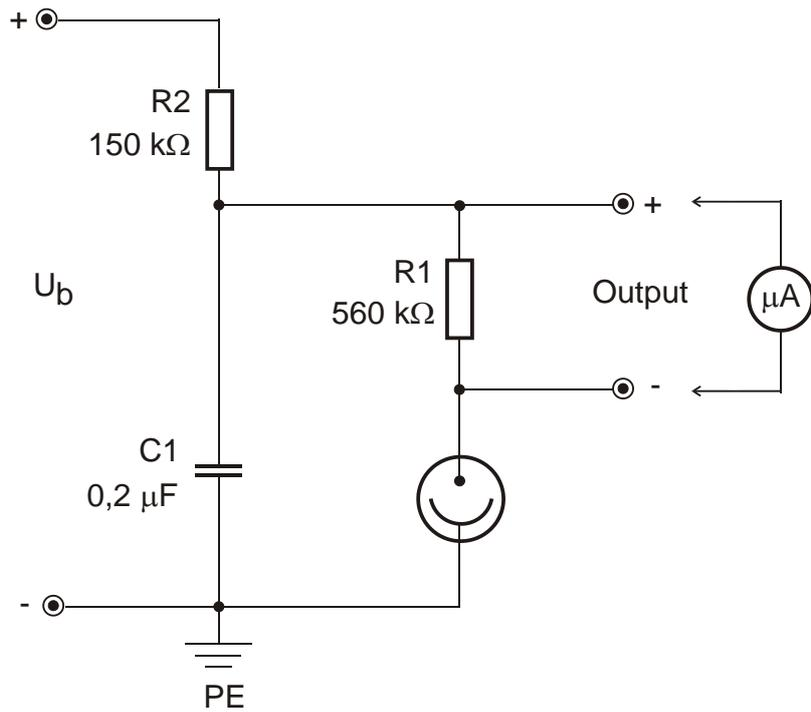

Fig.1 Circuito della cellula fotoelettrica
La fig.1 mostra il circuito della cellula fotoelettrica. Nella coppia di jack (1) è presente la tensione di aspirazione U_b che genera un campo elettrico tra catodo e anodo del tubo. Con un microamperometro collegato alla